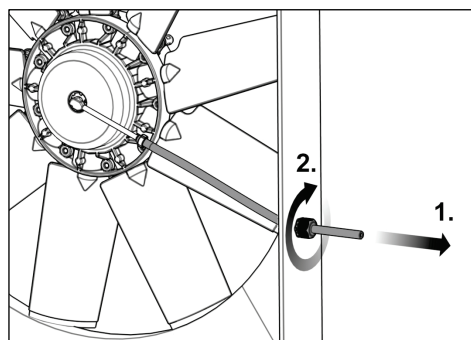

Bild 32
**24)** Spänn tryckslangen (se Bild 32 steg 1) så att den roterande genomföringen kan roteras lite (max 15°).
**25)** Säkra tryckslangen med hjälp av dragavlastningen (se Bild 32 steg 2).